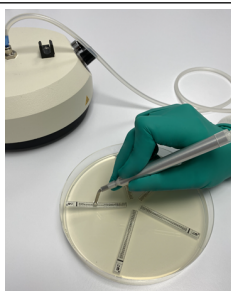
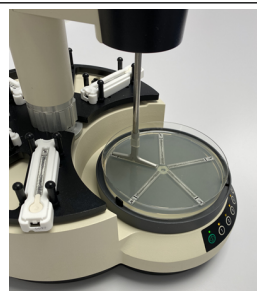

Рис. 4
Рис. 5
3. Тест-полоски ETEST можно наносить на засеянную поверхность агара с помощью ручного аппликатора [Mini Grip-It, вакуумного пинцета NEMA C88™ (**рис. 4**), пинцета или другого аналогичного устройства] либо
автоматического аппликатора SIMPLEX C76™ (рис. 5). Разместите тест-полоску ETEST шкалой МИК вверх (по направлению к крышке чашки) и максимальной концентрацией ближе к краю чашки (рис. 4 и 5).